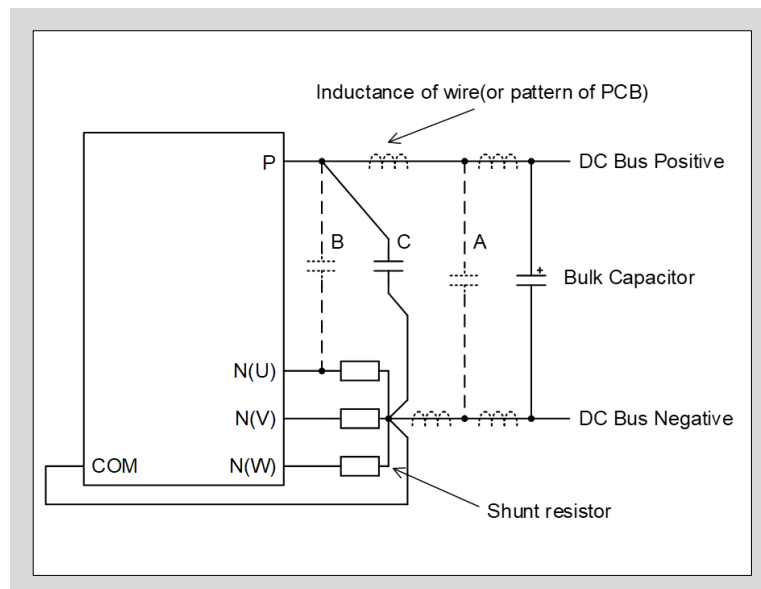

図4-1 シャント抵抗とスナバコンデンサの推奨配線
- 一般的には図4-1の”C”箇所接続します。”A”箇所にスナバコンデンサを接続すると、配線のインダクタンスを無視できないため、サージ電圧を効果的に抑制することができません。スナバコンデンサを”B”箇所に接続すると、スナバコンデンサに流れる充放電電流はシャント抵抗にも流れます。これは、電流検出信号に影響を与えるため、過電流保護レベルが設計値よりも低くなります。”B”箇所のサージ電圧抑制効果は、”A”または”C”箇所より優れていますが、電流検出精度を考慮すると”C”箇所の方が優れています。